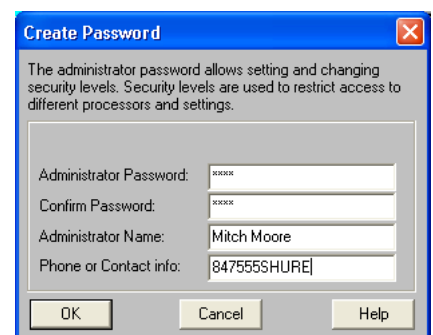

FIGURE 9-2 : Boîte de dialogue « Create Password »
2. La boîte de dialogue « Create Password » s'affiche, comme illustré à la figure 9-2.